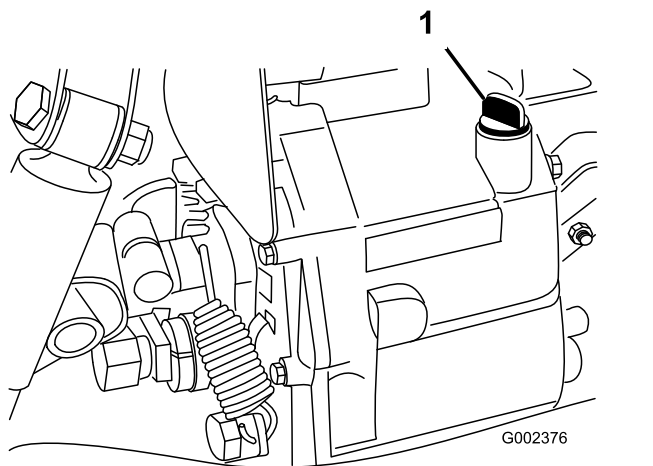

図 19
2. ディップスティック取り付け部の周辺をきれいにぬぐう (図 19)。